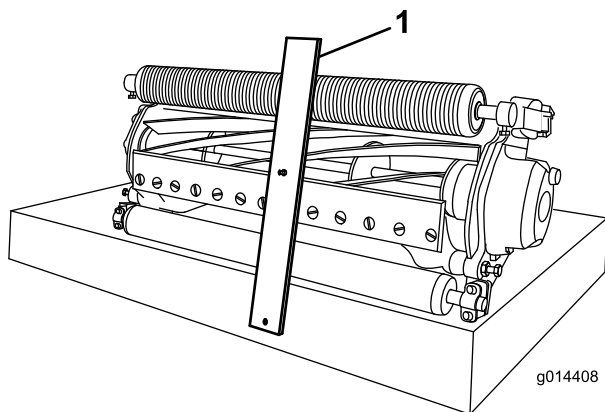

図 10
3. ゲージバーのボルトの頭を下刃の先端に引っかけ、バーの後端を後ローラに当てがう 図10。